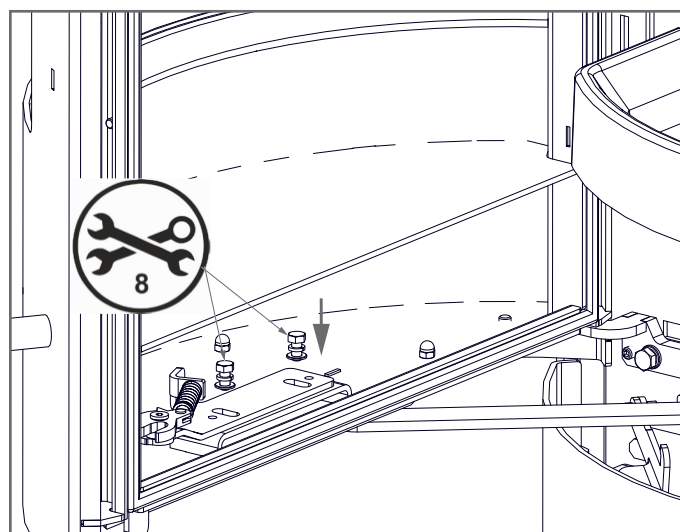

Abb.:3.3
- Schlossfänger Tür unten (Abb.:3.3)